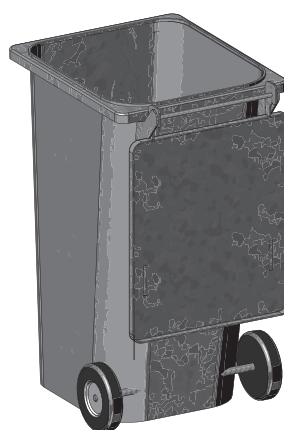

Fig. 59 Svuotare il bidone raccogli cenere o alleggerirlo
- ▶ Svuotare completamente il bidone raccogli cenere o alleggerirlo – Fig. 59.